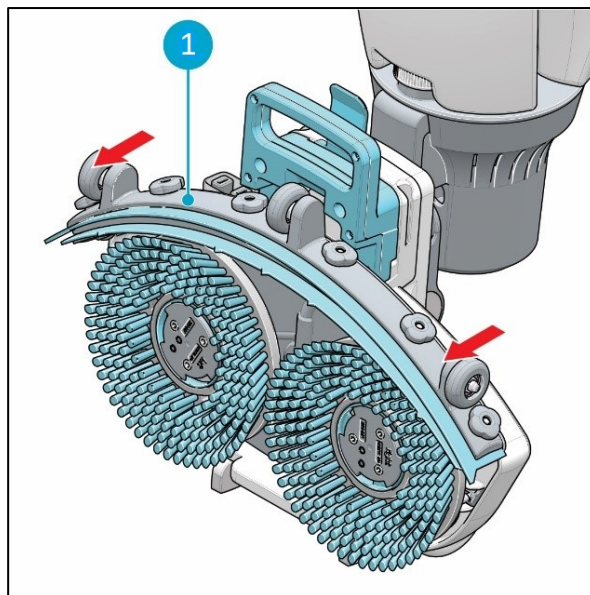

Figura 26
3. Tira del lado izquierdo de la espátula para extraerla (Figura 26, pos. 1).